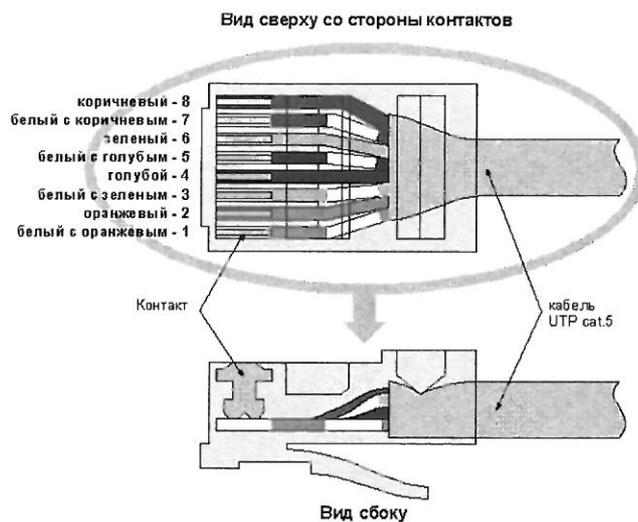

Рис. 2. Обжим витой пары в разъем RJ-45.
- в) Подключите УМВН при помощи витой пары. Витая пара со стороны УМВН должна быть обжата в следующем порядке (Рис. 2):